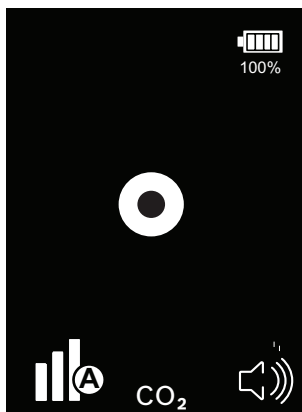

Abb. 6: Zustand „Bereit“
- ⇒ Das IR LD 1.0 gibt einen Bereit-Alarmton aus, der mit dem Blinken des mittleren Kreises synchronisiert ist (siehe Abb. 6).